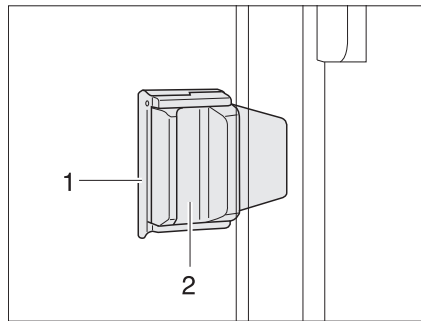

Fig. 47 Ventana corredera con con bloqueo corredizo
- Extraer el bloqueo (Fig. 47,1).
- Presionar el tirador (Fig. 47,2) y, al mismo tiempo, empujarlo hacia adelante o hacia atrás.